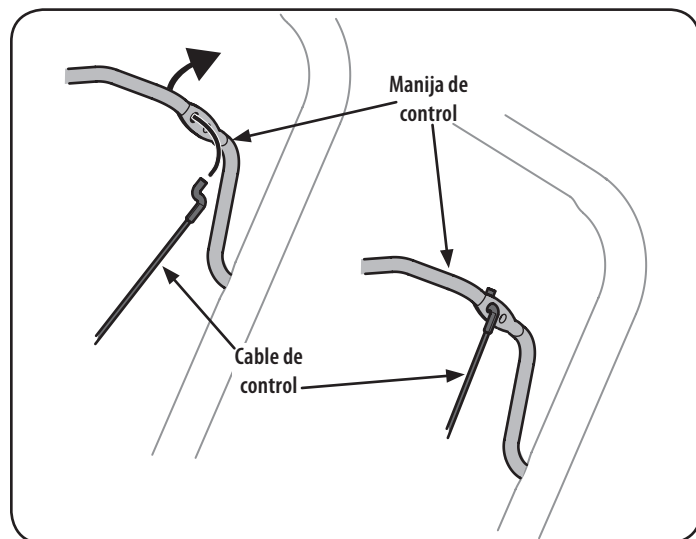

Figura 2
1. El agujero superior de la barra de control prevé el ajuste de la tensión del cable. Para realizar el ajuste, desconecte el extremo del cable de control del agujero inferior de la manija de control e insértelo en el agujero superior. Inserte el cable desde el exterior como se indica en la Figura 2.